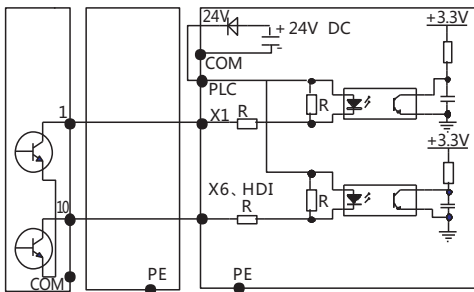

图4.15 使用变频器内部+24V电源的源极连接方式
b. 使用外部电源(要求要在电源与接口加4A的熔断器), 接线方式如图4.15所示(注意此时PLC与+24V端子间不短接)。